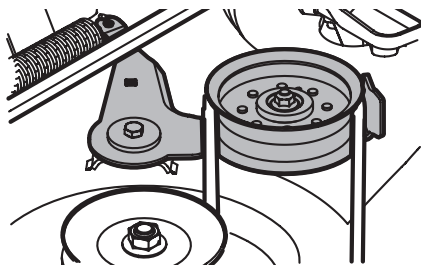

Fig. 44
8. À partir du côté droit de l'appareil, insérez une clé à rochet de 3/8 po (réglée pour **serre**) dans le trou carré sur le support de la poulie de tension (Fig. 44).
9. Déplacez la clé vers l'avant pour bouger la poulie d'entraînement du plateau (Fig. 44).